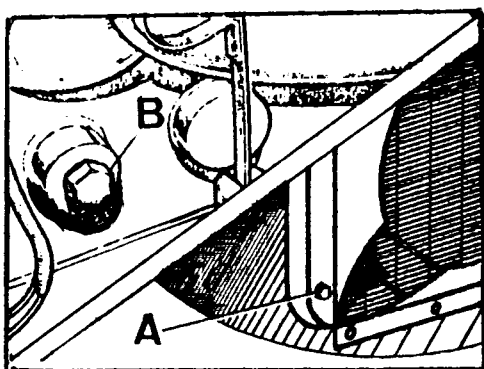

Fig. A3-4 Vaciado del sistema de refrigeración
1.2. Desmontar el tapón de vaciado del radiador, A (Fig. A3-4) y el de vaciado -- del bloque, B, dejando que salga todo el refrigerante del circuito.
- 2.2. Se apretarán los tapones de vaciado del radiador y bloque, A y B (Fig. A3-4).